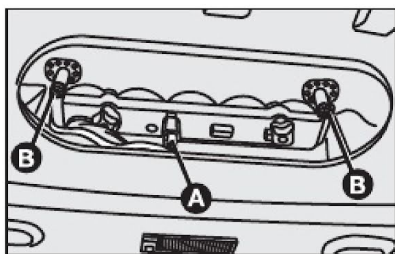

fig. 26
**BRAKE LIGHT - figs. 26 e 27**
- Retirar os suportes laterais **B-fig. 26**;